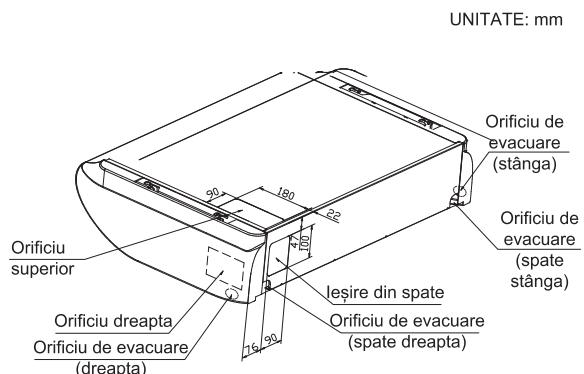

Fig. 3.3.3
- ※ Conductele pot fi scoase în 3 direcții (spate, dreapta sau sus). (A se vedea Fig. 3.3.3)